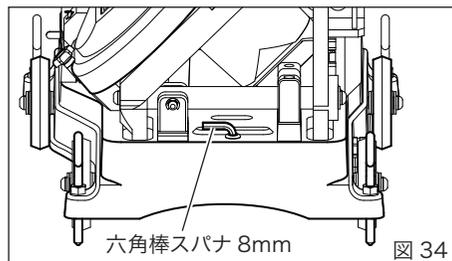
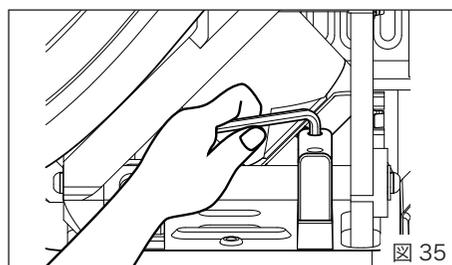
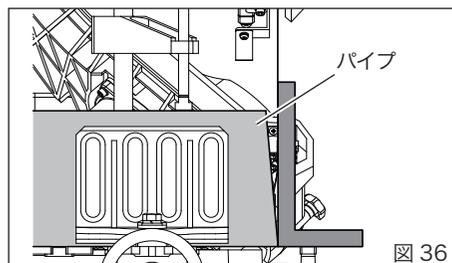

図 34
図 35
図 36
3. 斜め切れの修正 (図 34 ~ 図 35)
垂直方向の調整 (図 34 ~ 図 36)
垂直方向に斜め切れが発生した場合、ベース後部にある斜断調整ボルトを付属の六角棒スパナ (図 34) で回して調整します。(図 35) 図 36 のような方向に切れている場合は斜断調整ボルトを時計方向に回してください。図 36 と反対の場合は斜断調整ボルトを反時計方向に回してください。ガス管 100A の場合、ボルト 1/4 回転で約 0.3mm 変化します。